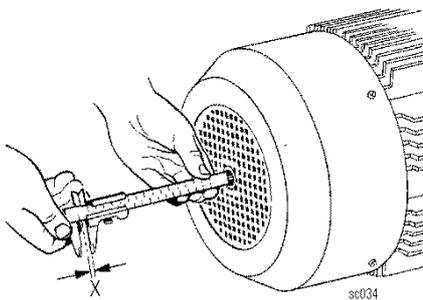

Fig. 70
- Medir el recorrido de desplazamiento del eje del motor. Para ello conectar brevemente el motor, véase Fig. 70.